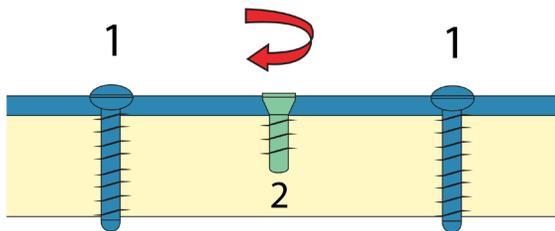

Imagen 7
- Si se combinan tornillos de cortical (1) y tornillos de bloqueo (2), debe insertarse primero un tornillo de cortical para aproximar la placa al hueso. (véase imagen 7)